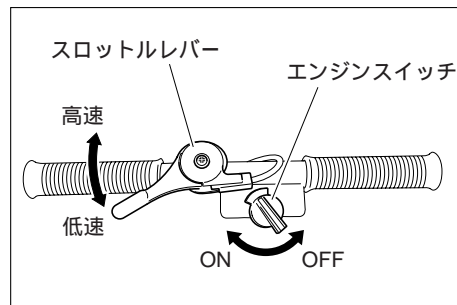

図13
2. スロットルレバーを「低速」にする。(図13)
3. エンジンスイッチを「OFF」にする。(図13)